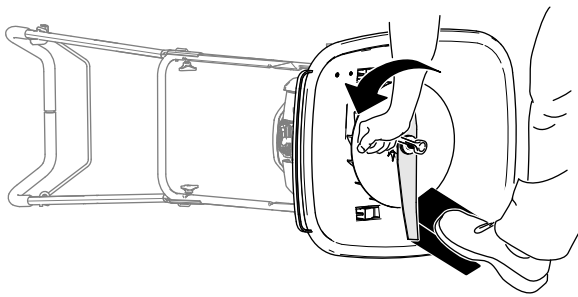

図 27
4. 角材などを使ってブレードをしっかり保持する 図 27。
5. 付属のレンチを使用してブレード固定ボルトを左に回してブレードを外す 図 27。